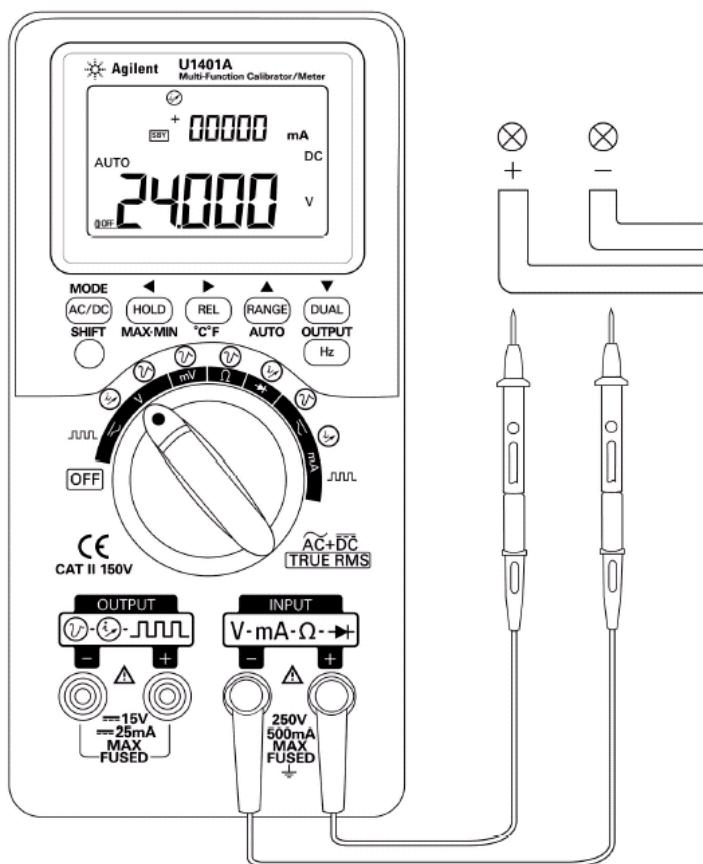

Рис. 3-1 Измерение постоянного напряжения
2. Нажмите кнопку AC/DC , чтобы выбрать измерение постоянного (DC) напряжения.
3. Присоедините красный измерительный провод с пробником к входному гнезду "+", а черный измерительный провод с пробником – к входному гнезду "-" (см. рис. 3-1).